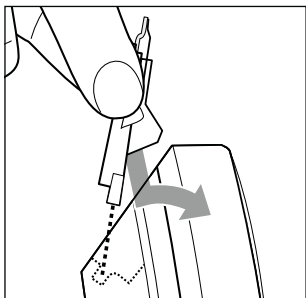

Fig. 10
- 6) Duceți vârful ascuțit al capului de tăiere **1** sub marginea de jos a carcasei. Apăsați capul de tăiere **1** în jos sub suportul vârfului ascuțit și apoi în față până se cuplează în aparat cu un clic (a se vedea fig. 10).